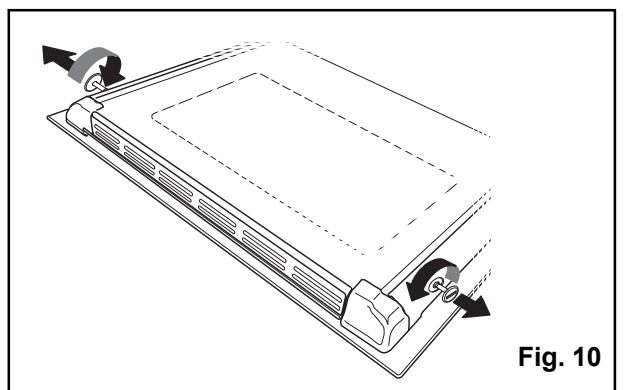

Fig. 10
6. Retirez les deux vis situées sur les côtés de la porte du four (Fig. 10).